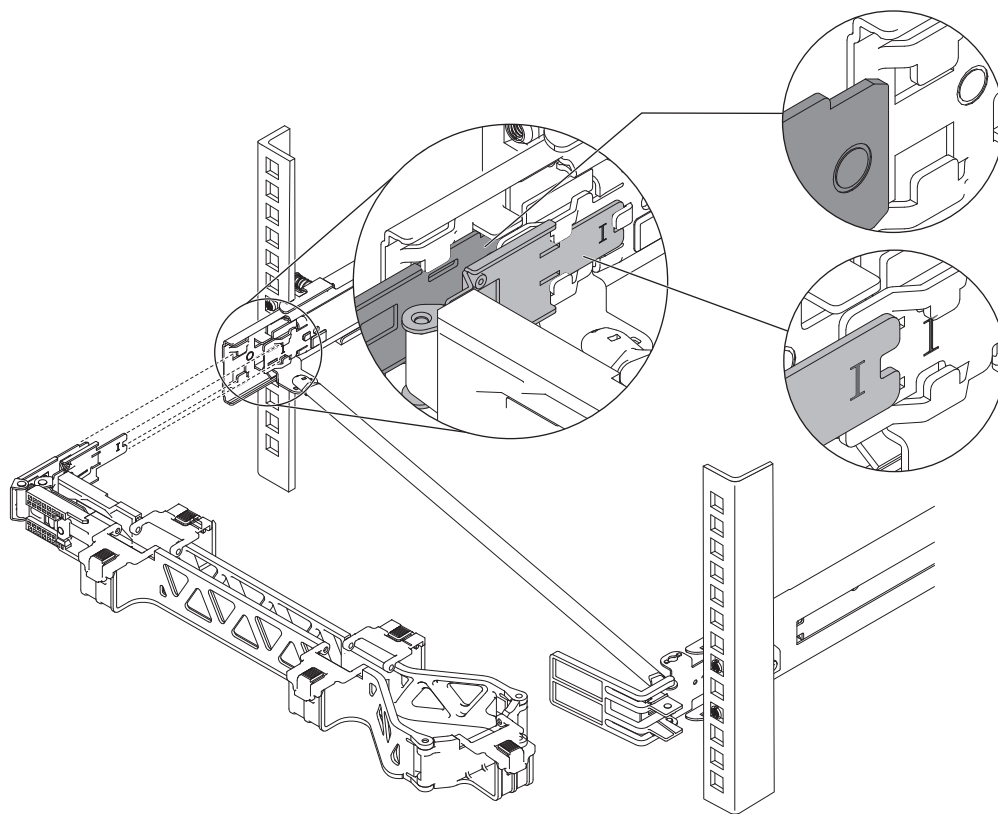

图 11. 卸下电缆管理臂停止支架
6. 卸下电缆管理臂停止支架，如第 20 页的图 11所示。